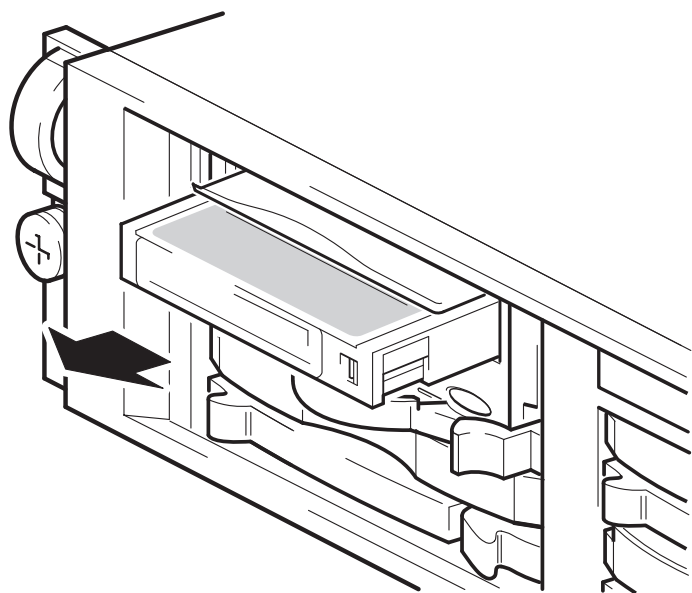

図 6b: カートリッジの取出し
- 1 フロント・パネルのイジェクト・ボタンを押します（図 6b を参照）。